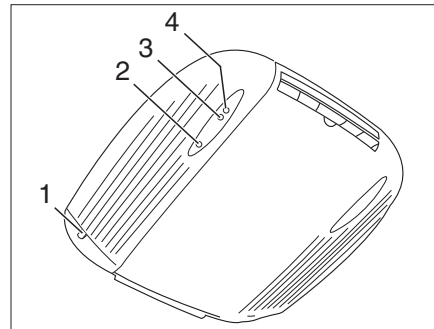
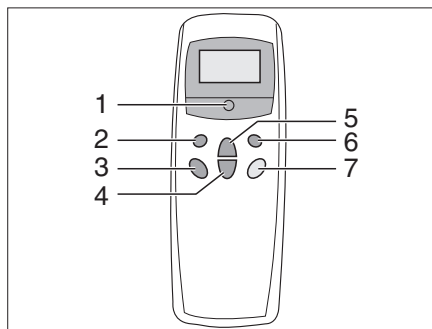

Fig. 223 Vista interior
Fig. 224 Mando a distancia
La instalación de aire acondicionado está colocada en el techo del vehículo. El mando a distancia (Fig. 224) para la instalación de aire acondicionado se encuentra en la zona de la cocina.
- Conectar el vehículo a la alimentación de 230 V. La instalación de aire acondicionado está lista para el funcionamiento. El LED rojo (Fig. 223,2) luce.
- Conectar el mando a distancia con el interruptor (Fig. 224,5).
- Ajustar con la tecla (Fig. 224,1) el modo de funcionamiento deseado. La luz de control verde (Fig. 223,3) indica el funcionamiento de la refrigeración, la luz de control rojo (Fig. 223,4) el funcionamiento de la calefacción.
- Caso necesario ajustar con las teclas (Fig. 224,3 y 4) la potencia del ventilador y la temperatura ambiente deseadas.
- Para la desconexión pulsar de nuevo la tecla (Fig. 224,5) en el mando a distancia.